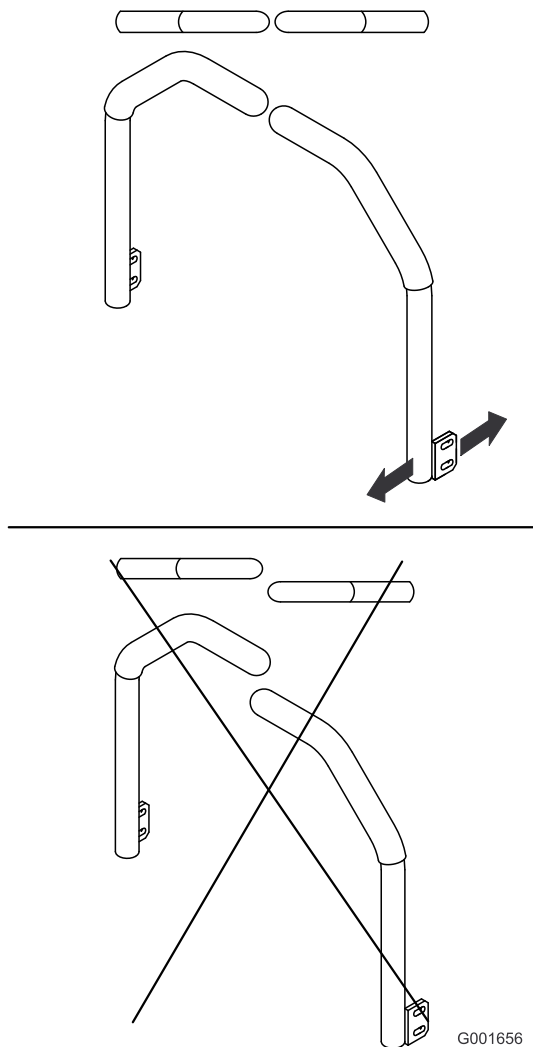

Bild 59
5. Stellen Sie die Fahrtriebshebel so ein, dass sie ausgefluchtet sind und ziehen Sie die Schrauben an, um die Hebel an den Streben zu befestigen (Bild 59).